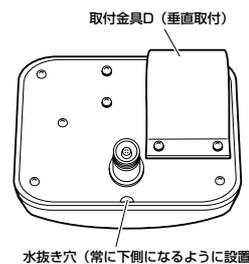

図 4 取付金具 D の付け替え（垂直取付）
- 1 アンテナを取り付ける適切な箇所を決定します。必要であれば、マストを設置してください。平面アンテナは、垂直または水平のマストに取り付けることができます。ベランダの手すりなどに取り付ける場合、水平取付が便利です。取り付け方に合わせて、取付金具 D の取付向きを変えてください¹（図 4）。